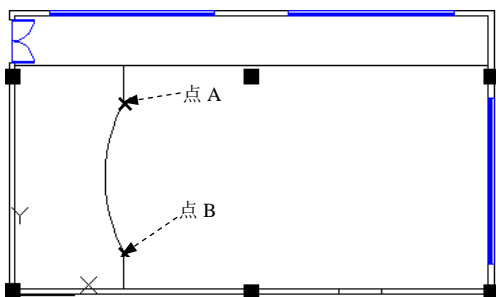

图 17.12.34 绘制圆弧
Step4. 绘制圆弧。选择下拉菜单 **绘图(D)** → **圆弧(A)** → **起点、端点、半径(R)**，选取图 17.12.34 所示的点 A 为起点，选取点 B 为终点，圆弧半径为 5500。